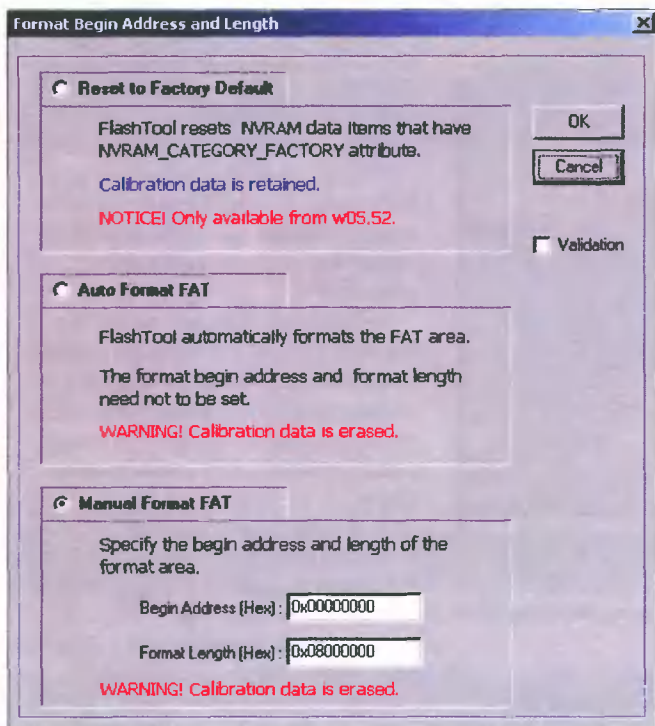

Рис. 10. Форматирование Flash-памяти телефона
6. Нажимают кнопку «Format FAT» и в диалоговом окне, приведенном на рис. 10, выбирают «Manual Fat Format» и в полях ввода «Begin address» и «Format Length» в шестнадцатеричном формате, соответственно, указывают начальный адрес и размер очищаемой области памяти телефона.
7. Нажимают кнопку «OK» диалогового окна (рис. 10), после чего коротко нажимают кнопку включения телефона. После этого будет начат процесс очистки Flash-памяти, по окончании которого на экран будет выведено соответствующее сообщение: «OK» — при удачном завершении либо сообщение об ошибке. При появлении сообщения «DA sinc fail! Possibly download an illegal DA» следует выбрать версию FlashTool, соответствующую ремонтируемой модели телефона, а также проверить соответствие DATA-кабеля ремонтируемой модели и корректность выбранной скорости обмена.